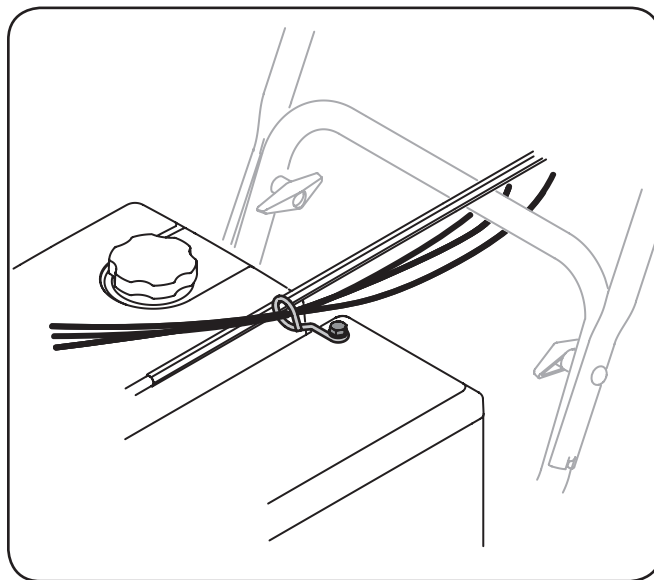

Figura 3-9
7. Controle que todos los cables estén adecuadamente dirigidos a través de la guía de cables de la parte superior del motor. Vea la Figura 3-9.